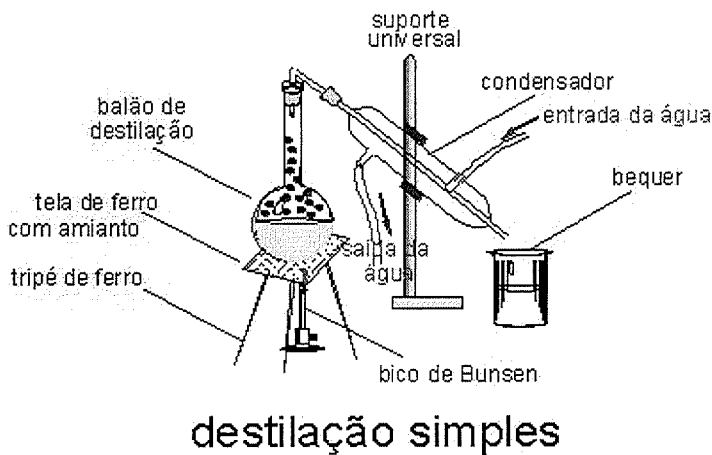

Figura 5.1. Equipamentos básicos para efetuar a destilação simples.
**Destilação simples:** é usado para separação de dois componentes de ponto de ebulição bem distintos. Trabalha-se em sistema aberto, pressão ambiente, Figura 5.1. Ex.: água destilada.
- a- Montar a aparelhagem para destilação simples: balão de destilação, condensador e frasco para coletar o destilado, Figura 5.1.